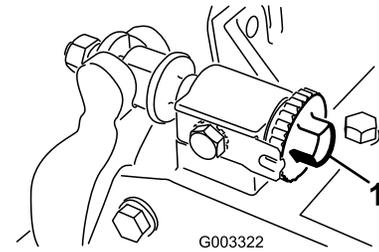

図 12
2. ベッドバー調整ねじを左に回してベッドナイフとリールの接触をなくす 図 12。